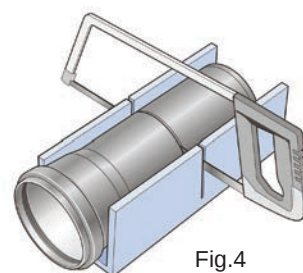

Fig.4
Se si usano spezzoni di tubo eseguire un taglio in modo preciso e perpendicolare (Fig.4).
5) Coespren® pipes and fittings have perfectly bevelled ends to facilitate insertion. If using pipe sections, make a clear and perpendicular cut (Fig.4).